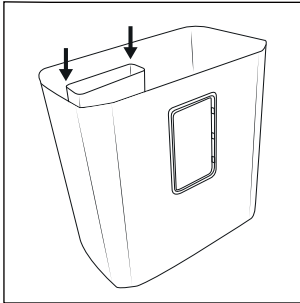

Fig. 1
- ◆ Monte el contenedor pequeño **10** en el contenedor grande **12**. Para ello, empuje el contenedor pequeño **10** hacia abajo a lo largo de los carriles del contenedor grande **12** hasta que quede totalmente encastrado (consulte la fig. 1).
- ◆ Vuelva a montar el contenedor pequeño **10** en el contenedor grande **12** (consulte la fig. 1).